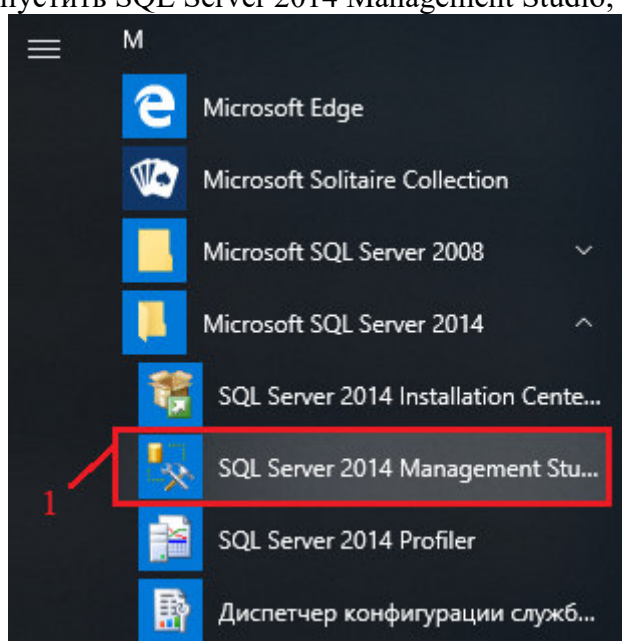

Рисунок 3.1.2
- выбрать из списка программ папку «Microsoft SQL Server 2014» (см. Рисунок 3.1.2) и запустить SQL Server 2014 Management Studio;